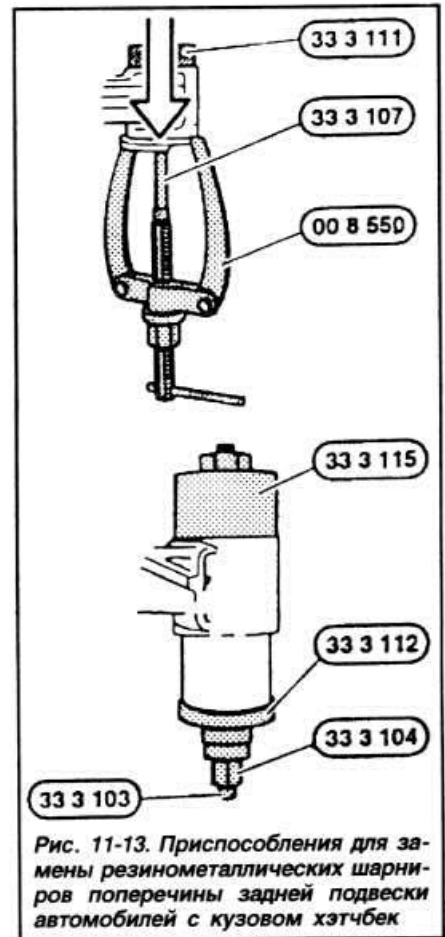

Рис. 11-13. Приспособления для замены резинометаллических шарниров поперечины задней подвески автомобилей с кузовом хэтчбек
- Установить шайбу BMW 33.3.111 съемника между кузовом и резинометаллическим шарниром (рис. 11-13).